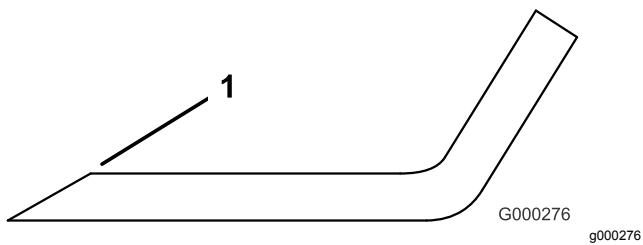

**Figure 117**
2. Examinez attentivement les tranchants de la lame, particulièrement au point de rencontre des parties plane et de l'ailette (Figure 117).
**Remarque:** Le sable et les matières abrasives peuvent éroder le métal à cet endroit, c'est pourquoi il est important de contrôler l'état de la lame avant d'utiliser la tondeuse. Remplacez la lame si elle semble usée (Figure 117).